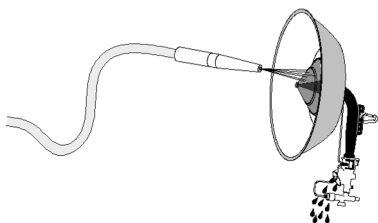
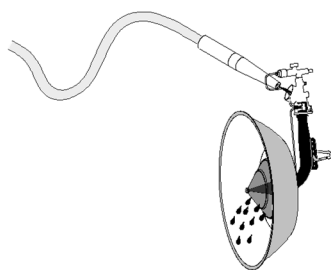

Fig. 16
Fig. 17
**b) Limpieza con agua (Fig. 16 y Fig. 17)**
- Coloque el radiador en posición vertical, con la entrada de gas hacia abajo. Proteja con la mano o una bolsa la válvula de seguridad y rocíe con el chorro de agua varias veces toda la superficie de los conos para eliminar el polvo del cono interno. El agua debe salir por la entrada de aire del radiador (Fig. 16).
- Déle la vuelta al equipo y dirija el chorro de agua a través de la abertura de entrada de aire. El agua debería salir por los conos (Fig. 17).
**a) Cleaning with water (Fig. 16 and Fig. 17)**
- Place the brooder upright, with the gas inlet facing down. Protect the safety valve with your hand or a bag and spray the entire surface of the cones several times to clean the dust from the internal cone. The water should come out of the brooder's air inlet (Fig. 16).
- Turn the system over and aim the water jet through the air inlet opening. The water should come out through the cones (Fig. 17).
**b) Nettoyage à l'eau (Fig. 16 et Fig. 17)**
- Disposer le radiateur verticalement, l'entrée d'air vers le bas. Protéger la vanne de sécurité avec la main ou un sachet et passer le jet d'eau à plusieurs reprises sur toute la surface des cônes afin d'éliminer la poussière du cône interne. L'eau doit ressortir par l'entrée d'air du radiateur (Fig. 16).
- Retourner l'équipement et orienter le jet d'eau à travers l'ouverture d'entrée d'air. L'eau doit ressortir par les cônes (Fig. 17).